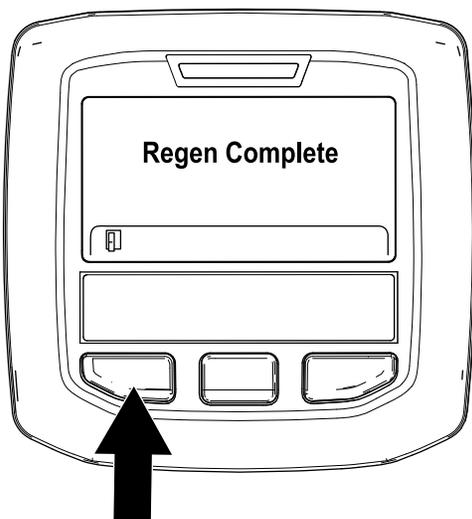

Рисунок 52
9. Регенерация с парковкой будет завершена, когда на дисплее инфо-центра появится сообщение «Regen Complete» («Регенерация завершена»). Для перехода на главный экран нажмите левую кнопку (Рисунок 52).